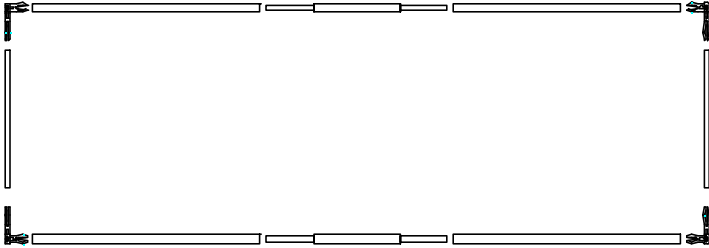

Abbildung 13: Aufbau des Rahmens 305 mm x 1525 mm
- 1 Montieren Sie einen Trägerrahmen 305 mm x 1525 mm, wie in Abbildung 13 dargestellt, mit Hilfe von vier Aluminium-Rohrstücken von 610 mm Länge, zwei Verbindungsstücken, zwei Aluminium-Rohrstücken von 305 mm Länge und vier rechtwinkligen Verbindungsstücken. Denken Sie daran, dass bei dem Trägerrahmen die Klettband-Oberflächen nach innen zeigen müssen (zur Mitte der Konstruktion).